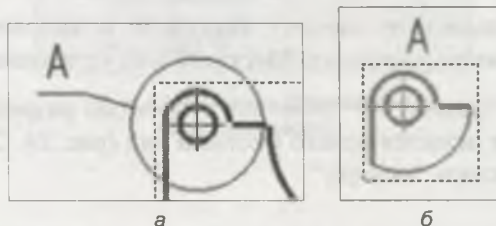

Рис. 24.14. Выносной элемент (а); создание выносного элемента (б)
- ◆ на разрезе Б-Б типом линии *Основная*, *Тонкая* или *Для линий обрыва* создайте замкнутый контур выносного элемента (рис. 24.14. а);